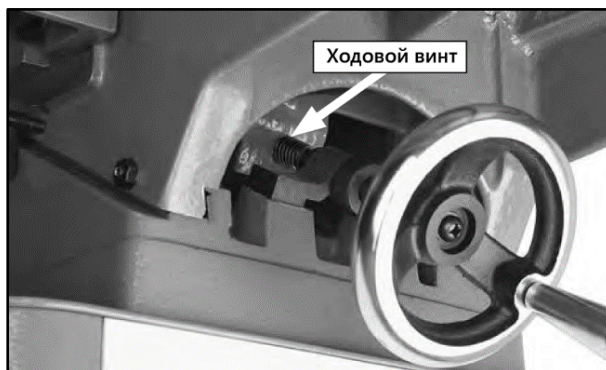

Рисунок 35.
- Ходовой винт (рис. 35). Удалите отходы резания с ходового винта и смажьте малым количеством машинного масла по мере необходимости. Удалите излишки масла тканью.